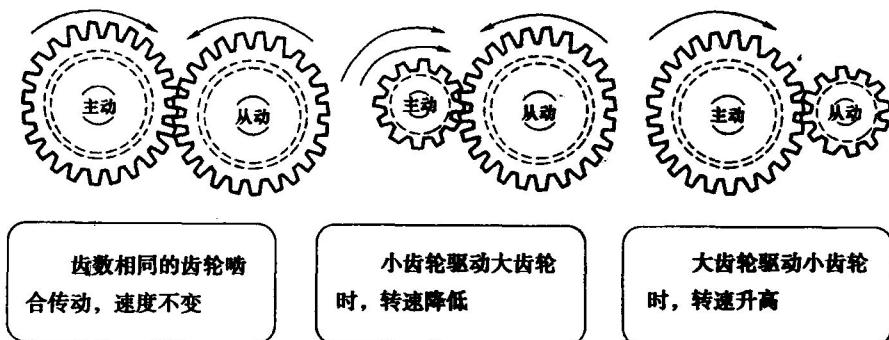
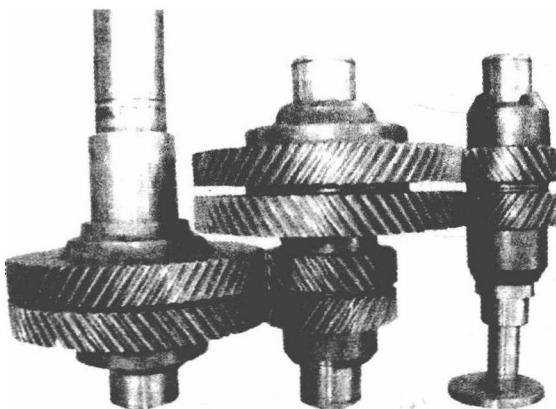

图 1-18 齿轮传动过程
图 1-19 变速器输入与输出轴
(1) 齿轮传动的传动比 观察如图 1-18 所示的齿轮传动过程，主动齿轮的转速  $n_1$  和从动齿轮的转速  $n_2$  之间的比值称为传动比  $i_{12}$ ，即
(2) 判断转速 根据如图 1-18 所示的过程，思考如图 1-19 所示的结构，假设左边的输入轴（主动轴）转速不变，请判断右边的输出轴（从动轴）